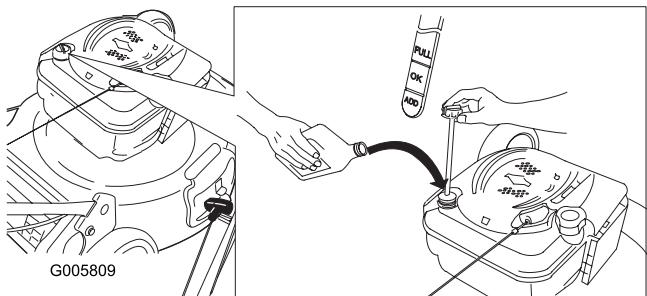

Bild 12
- Nehmen Sie den Peilstab heraus und wischen Sie ihn ab. Stecken Sie ihn dann komplett ein (Bild 12).